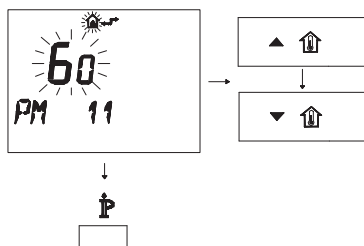

Figura 5.38
- Para modificar el punto de consigna programado use los botones ▲ o ▼ y espere a que el número programado comience a parpadear (Figura 5.38). Cada paso de aumento o reducción equivale a 1 segundo.